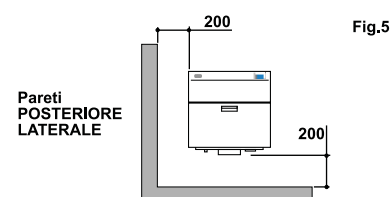

Fig.5
- Controllare le distanze tra la caldaia e le pareti vicine (**fig.5**).